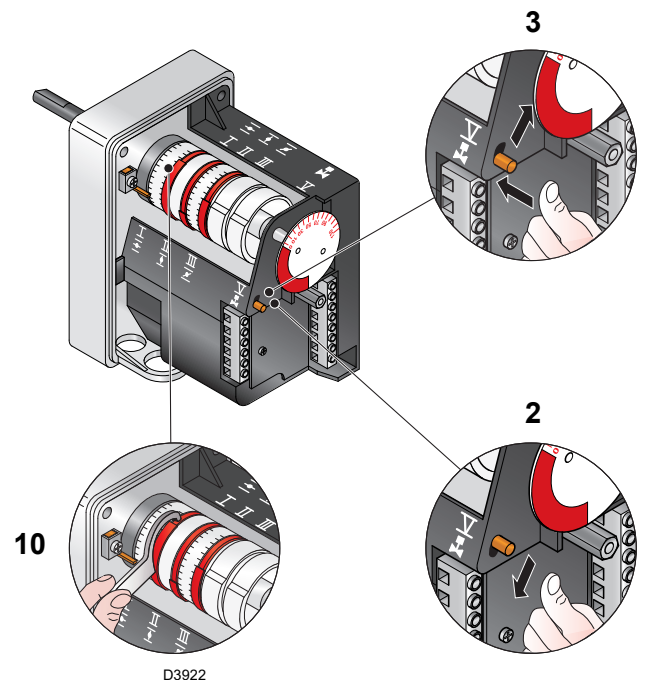

Fig. 29
- Si es necesario disminuirlo, reducir un poco el ángulo de la leva III (Fig. 29) mediante cortos desplazamientos consecutivos, es decir, pasando del ángulo 65° a 63° - 61°....
- Si se desea aumentarlo, pulsar un poco el pulsador “aumento de potencia” 2)(Fig. 27) (abrir de 10-15° la válvula de mariposa del gas), aumentar el ángulo de la leva III (Fig. 29) mediante cortos desplazamientos consecutivos, es decir, pasando del ángulo de 65° a 67° - 69°....